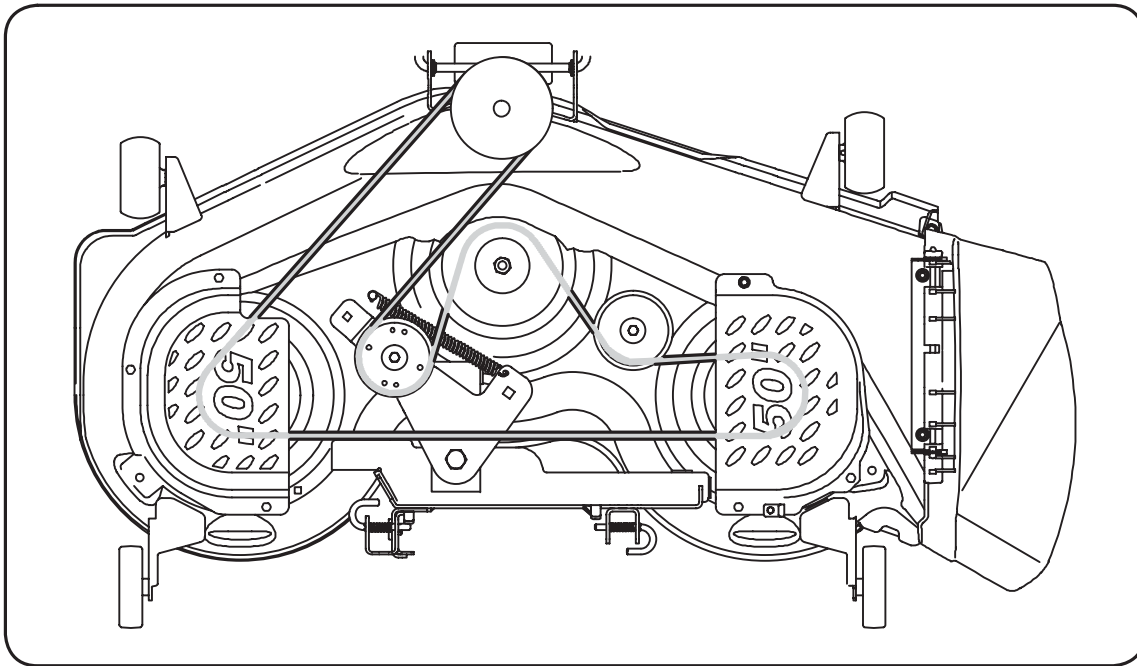

Figure 6-9
- Installez les courroies neuves. Voir la Figure 6-9.